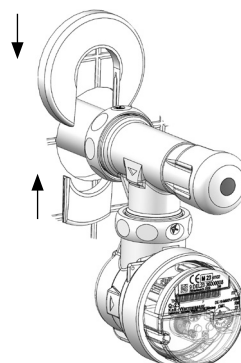

Bild 4 (Rosettenmontage)
- Die zweiteilige Rosette auf das Mantelrohr aufsetzen (Bild 4).